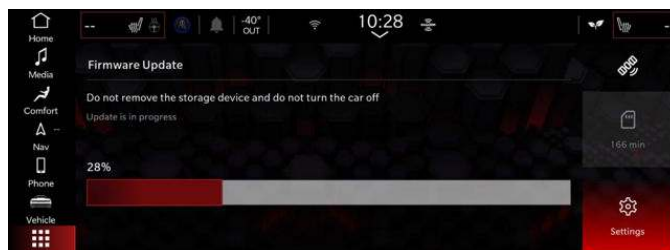

Fig. 15
30. Click on Firmware Update Fig. 15.